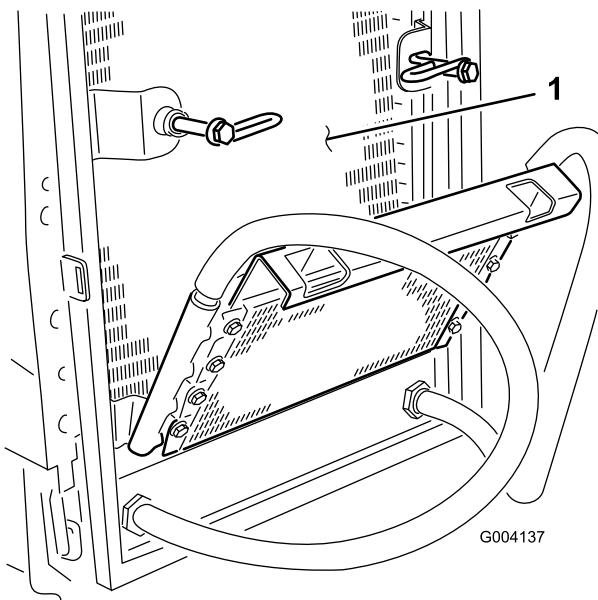

図 73
6. オイル・クーラとラジエターの裏表を（図 73）圧縮空気で丁寧に清掃する。